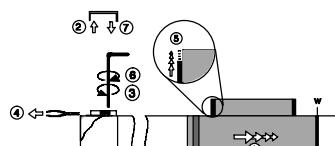

Bild 56
2. Dra bort skyddskåpan (om sådan finns) på motsatta sidan (se bild 56).